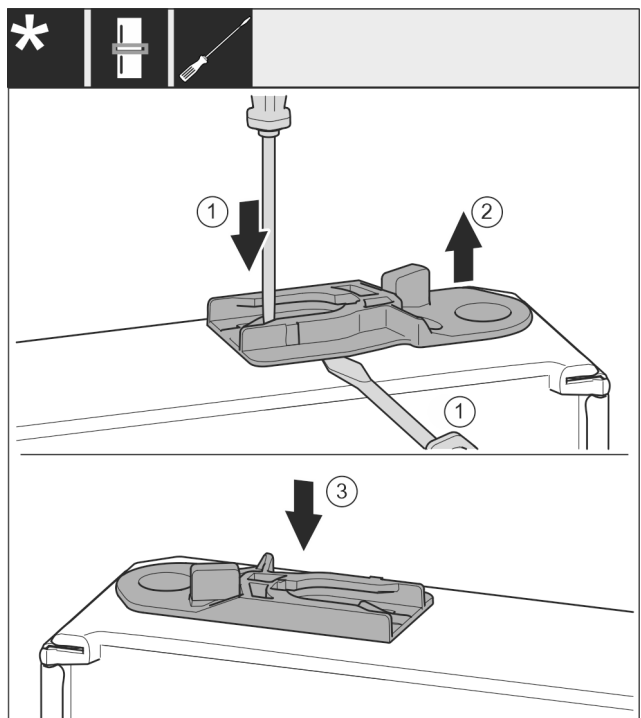

Fig. 45
- ▶ Führungsbuchse herausziehen: Lasche Fig. 45 (1) mit Schlitzschraubendreher drücken und gleichzeitig mit Schlitzschraubendreher unter Führungsbuchse Fig. 45 (2) fahren. Geräte mit Schließdämpfer:
- ▶ Im Lieferumfang beiliegende Führungsbuchse Fig. 45 (3) auf anderer Gehäusesseite einschieben.